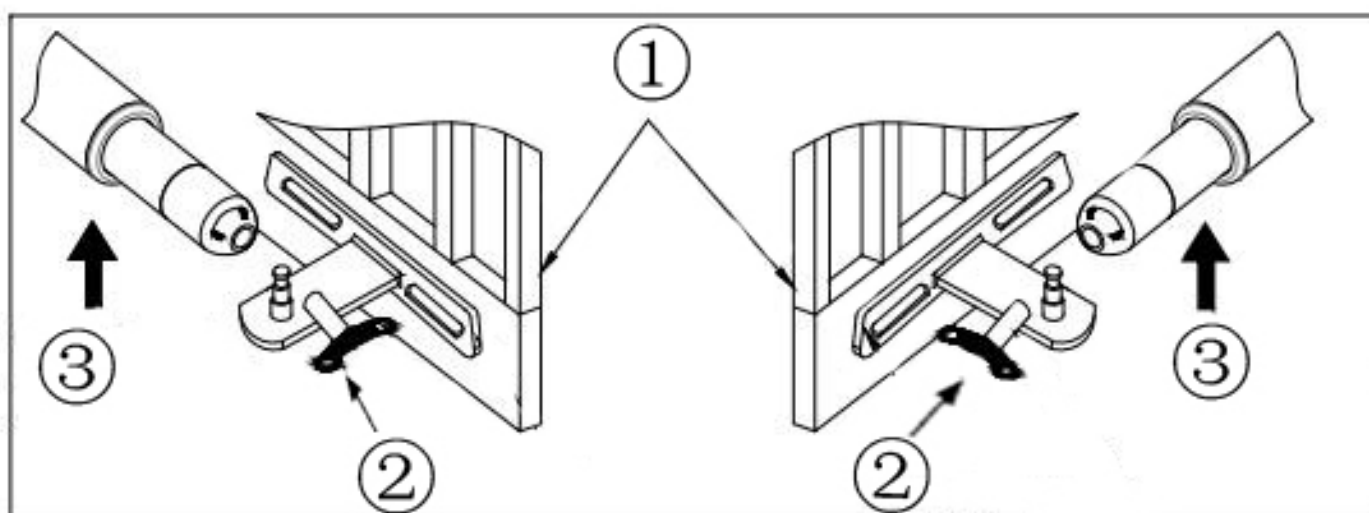

Рис. 8 Ручная разблокировка привода
Разблокировка привода (Рис. 8) выполняется специальным ключом из комплекта привода (2).